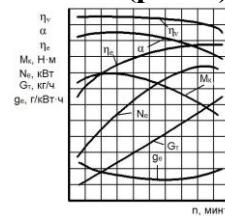

Рисунок 2 – Скоростная характеристика двигателя
**25. Скоростная характеристика двигателя (рис. 2) – это графическая зависимость...**